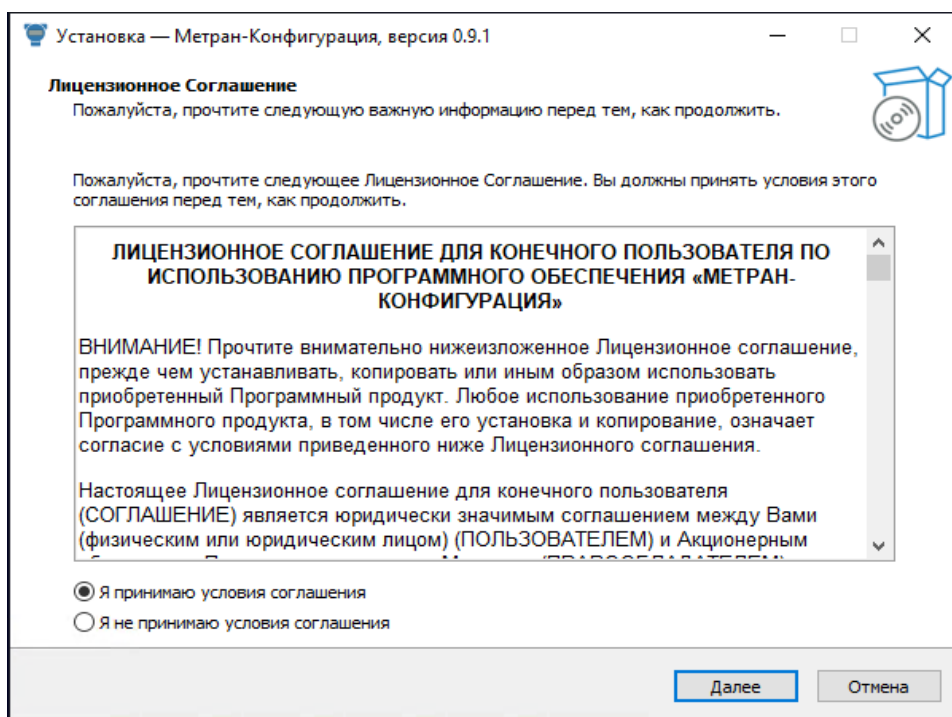

Рис. 3 Окно установщика с Лицензионным соглашением
2. Выберите необходимый язык и нажмите кнопку *ОК*. Появится следующая страница установщика с Лицензионным Соглашением (рис. 3). Прочитайте Лицензионное Соглашение и отметьте пункт *Я принимаю условия соглашения*.